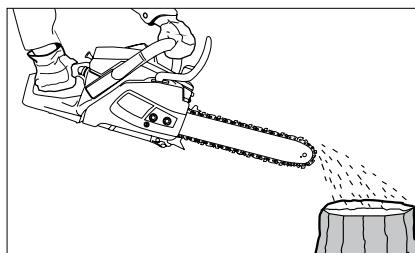

Рис. 13
4. Преди начало на работа проверете подаване на масло: включете триона и го поддържете над подходяща подстилка. При достатъчно смазване се образува лека следа от капки на отхвърляното масло (рис. 13).